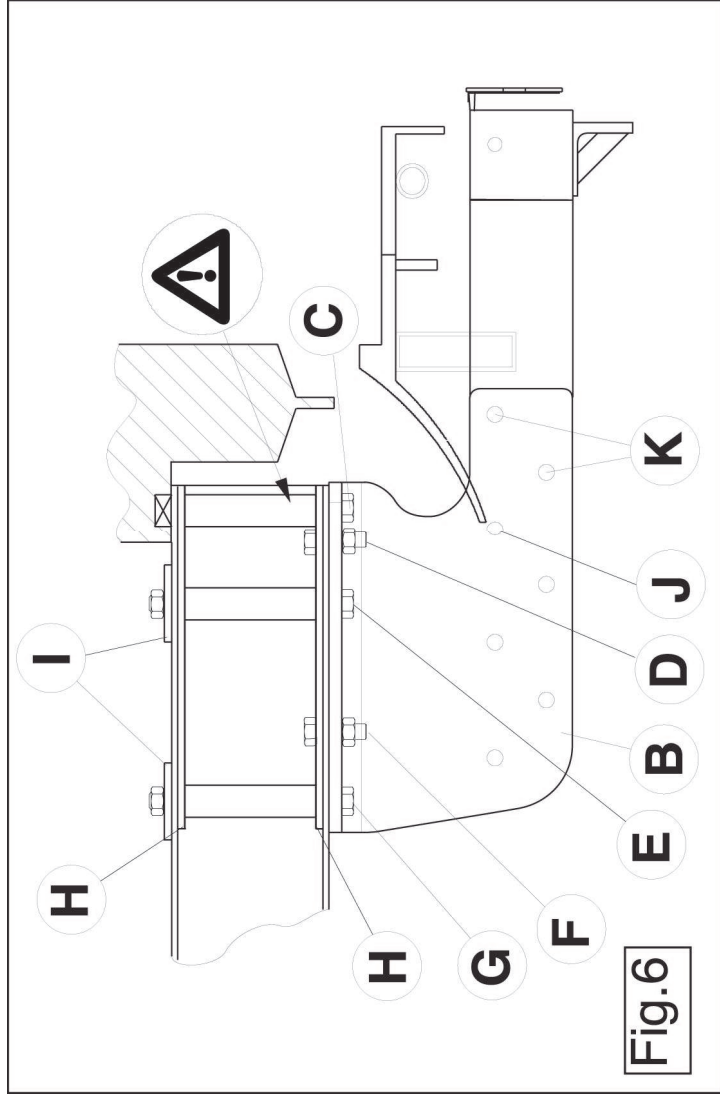

Fig.6
2. Démontez la partie plastique du marchepied. Réaliser des encoches dans la partie plastique comme indiqué sur la figure 5. Modifier la partie métallique de la protection antiencastrément comme indiqué sur la figure 5. Percer d'abord les trous comme indiqué sur le plan de détail puis scier ou tailler l'encoche nécessaire pour faire passer l'attache-remorque. Démontez la partie supérieure du châssis, au point C, le boulon de fixation de la construction (voir aussi les figures 6 et 7).
Pour le type Camionnette, toutes les versions sauf empattement 3950 (voir la figure 6) : Plusieurs trous doivent être percés pour le montage des deux plaques latérales A et B. Pour cela procéder comme suit : Les trous D, F et G existent déjà dans la bride inférieure du longeron de châssis. Monter la plaque A ainsi que les contreplaques H sur les trous D et F. Marquer les trous C et E sur le dessous du longeron de châssis avec une mèche de 13 mm. Enlever la plaque A. Percer les trous C et E à travers la bride inférieure du longeron de châssis. Monter à présent également la contreplaque H supérieure ainsi que l'entretoise au point C dans le trou existant de la construction. Faire en sorte que la contreplaque H soit dans l'alignement du longeron de châssis afin que les trous soient bien alignés. Percer à présent les trous E et G jusqu'à la bride inférieure du longeron de châssis avec une mèche de 13 mm et une longueur minimum de 150 mm ! Répéter cette opération pour le côté droit.
Pour le type Camionnette, toutes les versions sauf empattement 3950 (voir la figure 6) : Monter la plaque latérale A ainsi que la contreplaque H sur les trous D et F à l'aide des boulons M12x40, rondelles grower et écrous inclus. Monter l'une des entretoises et la contreplaque H sur le trou C à l'aide du boulon M12x160. Monter sur les trous E et G les entretoises et deux contreplaquettes I à l'aide des boulons M12x160, rondelles de blocage et écrous autofreinés inclus. Répéter cette opération pour le côté droit.